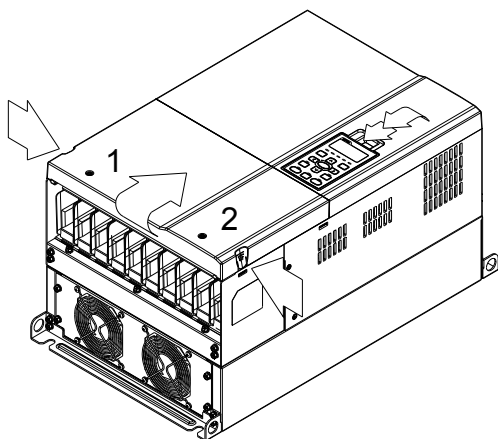

Рис. 1
1. (Рис. 1) Выкрутите винт 1 и винт 2, нажмите на защелки с правой и левой стороны крышки и снимите крышку как показано стрелками на рис. Нажмите на верхнюю часть пульта КРС-СЕ01 для демонтажа пульта.: 10~12 кг*см (8.6~10.4in-lbf).